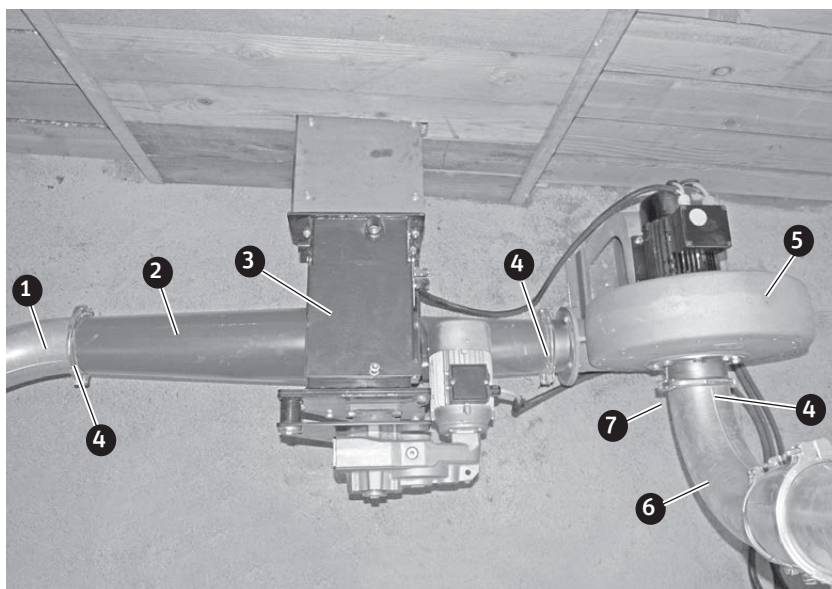

Fig.213 Saugeinrichtung
- ▶ Übergabeblock auf Saugbox mit je 4 Sechskantschrauben M10x30 und Flanschnuttern M10 montieren – Fig. 213.
- ▶ Gebläse mit Dichtung und Spannring auf der **kürzeren Seite der Saugbox** montieren – Fig. 213.
- ▶ Zur Sicherung gegen unbeabsichtigtes Öffnen müssen die Verschraubungsseiten der Spannringe mit 10 Nm angezogen werden – Fig. 213.